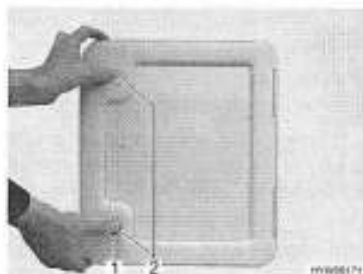

Fig. 189 Portillon pour cassette Thetford
La chasse d'eau des toilettes Thetford est alimentée par un propre réservoir d'eau intégré dans l'appui des toilettes ou par le réservoir d'eau du véhicule. Le portillon pour la cassette Thetford (Fig. 189) se trouve à l'extérieur du véhicule.
- Insérer la clé dans le barillet du verrou à pression (Fig. 189,1) et la tourner d'un quart de tour dans le sens des aiguilles d'une montre.
- Appuyer du pouce et simultanément sur les deux verrous de pression (Fig. 189,2) et ouvrir le portillon pour la cassette Thetford.